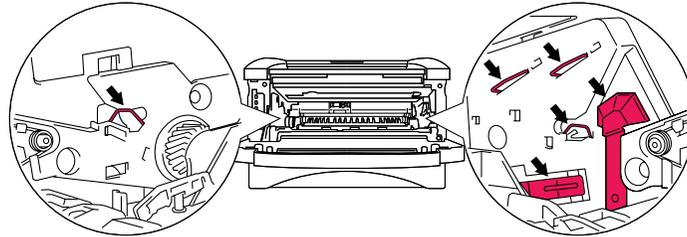

Abbildung 5-4
- Berühren Sie keinesfalls die in Abbildung 5-4 gezeigten Elektroden, sonst kann der Drucker durch statische Elektrizität beschädigt werden!